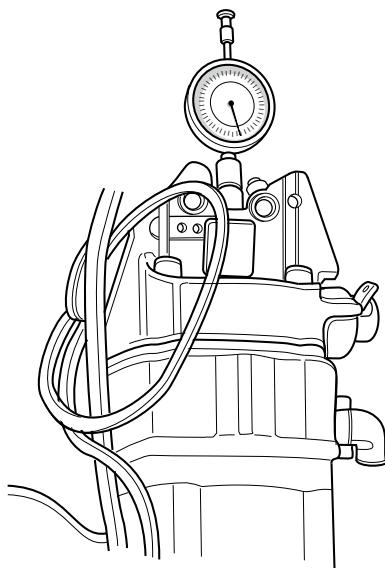

Fig.50
3. Dal P.M.S., con un comparatore inserito nel foro candela (Fig.50), con valvole chiuse si fa ruotare il rotore in senso antiorario fino a che la spina inserita vada a fondo (posizione di allineamento fra rotore e statore). In tale posizione il pistone deve essere sceso di **8 mm.** dal P.M.S. (tale controllo avviene leggendo il comparatore).
3. From the P. M. S., with a inserted comparator in candle court (Fig. 50), with valves closed, it rotateing counter-clockwise the rotor until that inserted pin go at bottom (position of alignment between rotor and stator). In such position the piston has to have descended of **8 mm** from the P. M. S. (the check it happens reading comparator).
3. Par comparateur inséré dans le trou bougie (fig.50) avec soupapes fermées faire tourner le rotor du point mort haut en sens contraire aux aiguilles d'une montre de sorte que la cheville soit à fond (alignement entre rotor et stator): le piston doit être **8 mm**. dessus le point mort haut (lire la valeur sur le comparateur).